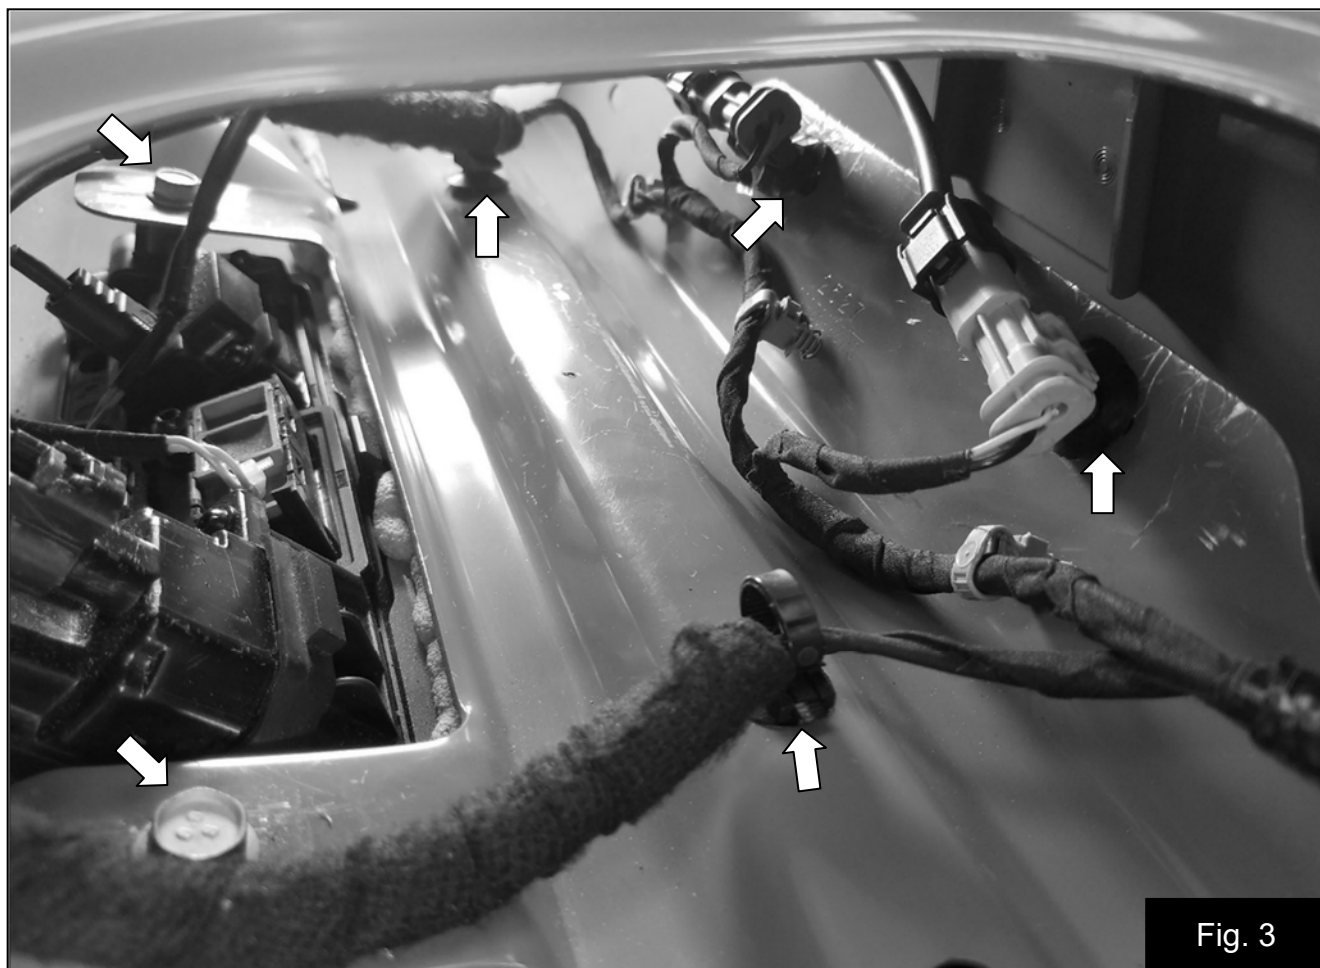

Fig. 3
4. Loosen the two bolts securing the tailgate handle. Fig 3
5. Remove the wire retainers indicated. Fig 3
4. Desserrez les deux boulons de fixation de la poignée du hayon. Fig. 3
5. Retirez les attaches de câbles indiquées. Fig. 3